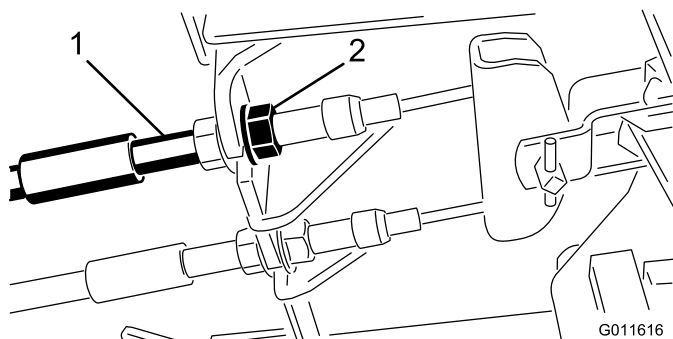

Figure 72
1. Pour réduire la garde aux pédales de frein, serrez les freins en desserrant l'écrou avant sur l'extrémité fileté du câble de frein (Figure 72).